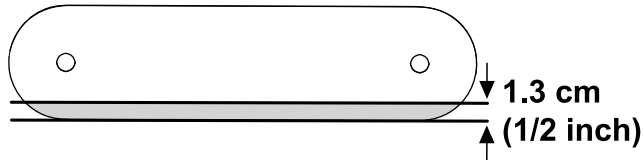

Figura 19
1. Con la piastra di supporto rimossa, rifilate 1,3 cm dalla superficie posteriore a quella anteriore e rimuovete l'area ombreggiata, come illustrato nella Figura 19.